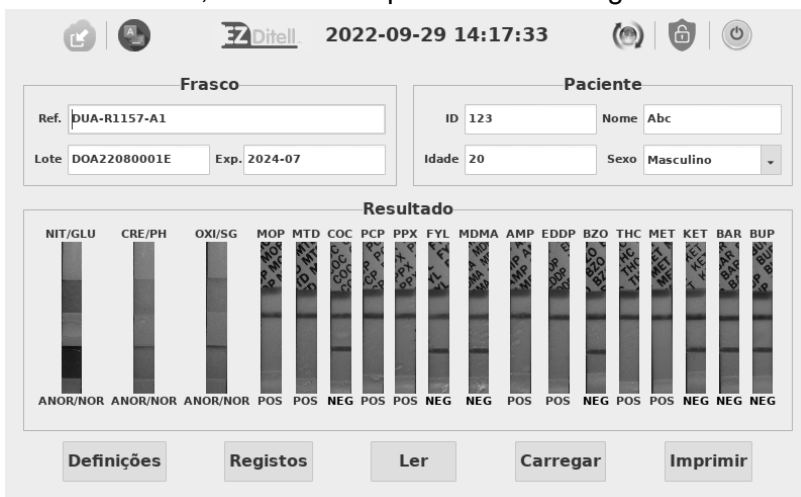

Fig. 20
Passo 4: Quando o processo atinge os 100%, o resultado do teste é apresentado no ecrã, conforme é apresentado na Fig. 20.